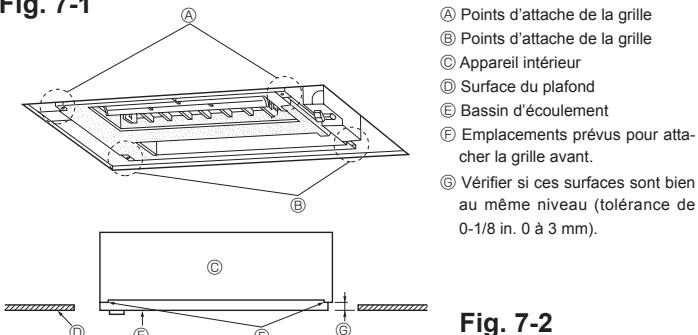

Fig. 7-2
- Vérifier si les quatre endroits où vous allez attacher la face avant sont en contact avec la surface du plafond. (voir Fig. 7-2)